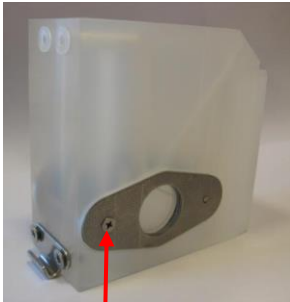

Abbildung 34
5. Lösen Sie die beiden Sichtscheibenhalter (siehe Abbildung 34).
11. Befestigen Sie die Sichtscheiben mit den Sichtscheibenhaltern (siehe Abbildung 34).